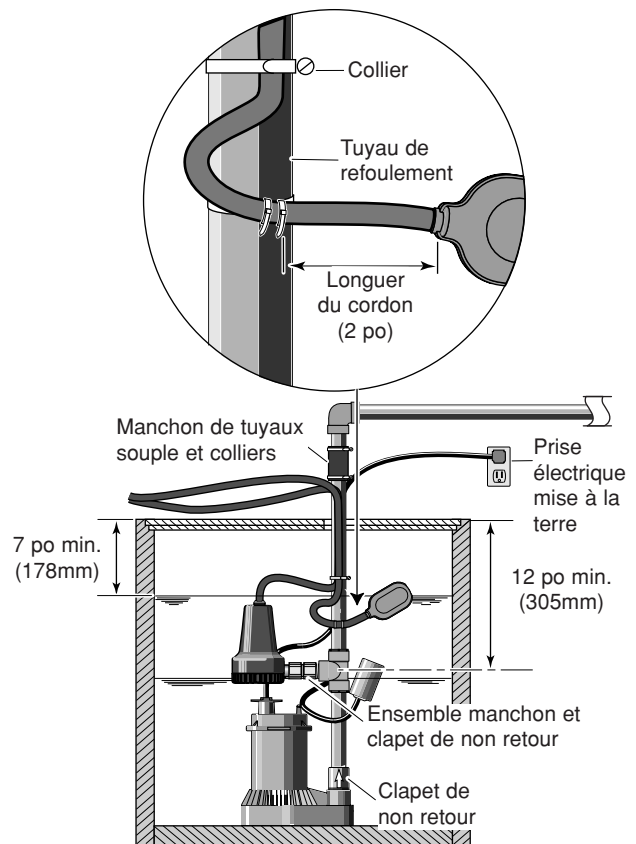

Figure 6 – Installation de la double pompe et de l'interrupteur à flotteur
- Monter l'interrupteur à flotteur (Réf. 8) sans le serrer sur le tuyau de refoulement avec les colliers (Réf. 8A et 8B). Une longueur d'environ 3 pouces (76 mm) de cordon doit être laissée entre le flotteur et le collier. Des réglages peuvent être requis. Pour cette raison, ne pas serrer les colliers de serrage. Voir la Figure 6.